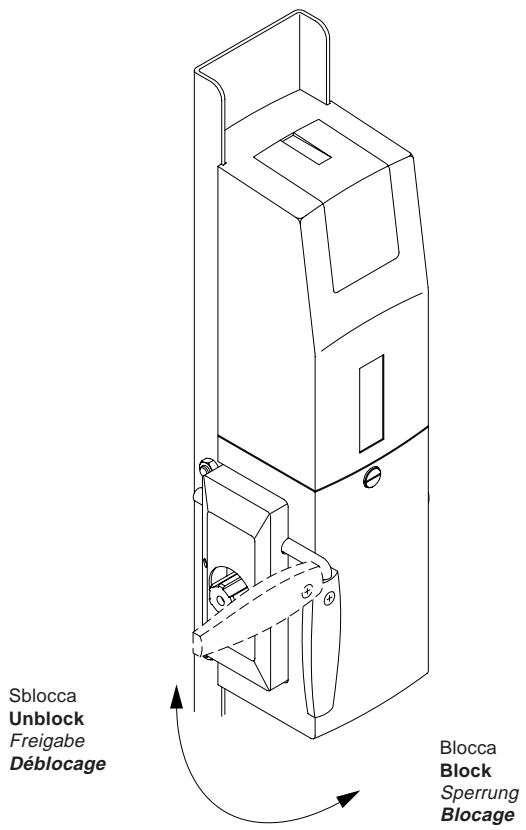

Fig.10
7.1 Sblocco interno a maniglia (fig. 10).
### 7.1 Handle internal release (fig. 10)
### 7.1 Déblocage interne de la manivelle (fig. 10)